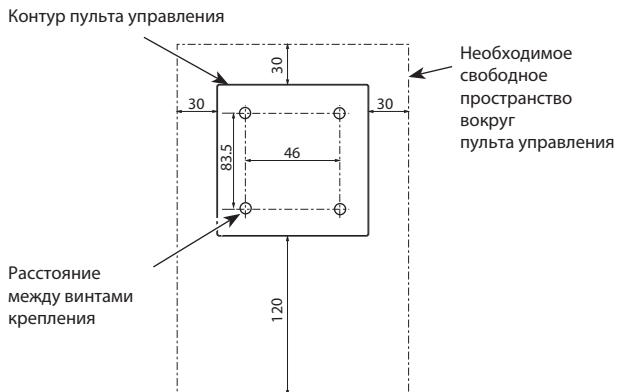

Рис. 4.2.2
1) Соблюдайте необходимое свободное пространство указанное на Рис. 4.2.2 вне зависимости от установки пульта управления в монтажной коробке или непосредственно на стену.